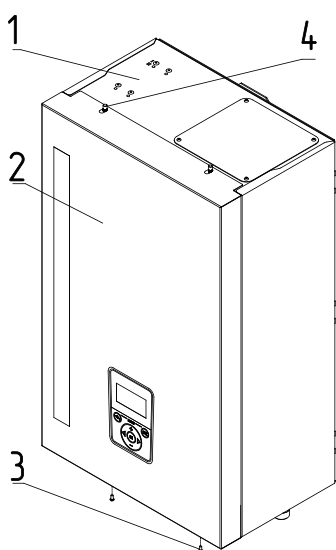

Рис.11 Снятие кожуха
- выкрутить болты крепления (рис.11 поз.3);
- переместить кожух вверх, сняв с зацепов (рис.11 поз.4);